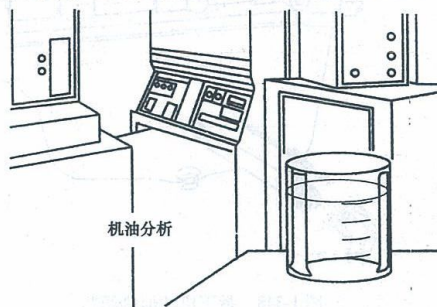

图 1-355 对废机油进行分析
1) 对机油进行分析有助于诊断发动机的内部技术状况, 并确定磨损是否由下列原因引起; 即空气滤清器故障、冷却液泄漏、机油被燃油稀释和金属颗粒造成磨损, 见图 1-355。